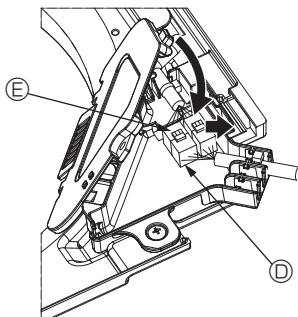

Fig. 5-10
- ③ Luk afdækningen på el-boksen, når ledningerne er placeret i el-boksen. Pas på, at ledningerne ikke kommer i klemme. (Fig. 5-10) Når el-boksens afdækning lukkes, skal afdækningen skubbes i pilens retning; kontrollér, at fremspringet er sat helt ind.